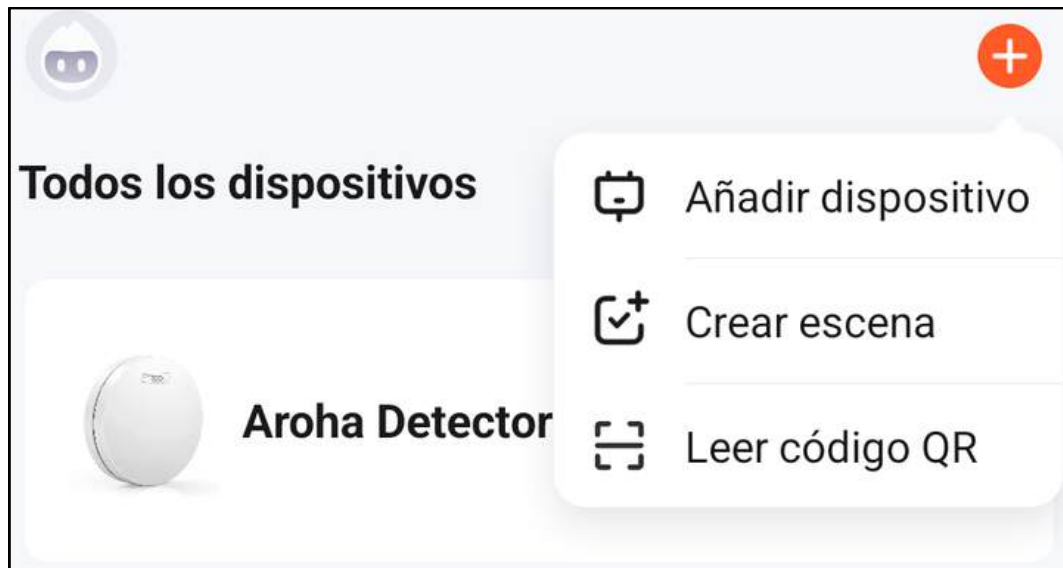

Figura 1: Agregar dispositivo en la aplicación
5. Haga clic en "+" en la esquina superior derecha de la pantalla de inicio de la aplicación. Luego elija "**Anadir dispositivo**", como se ve en la Figura 1. La aplicación ahora buscará automáticamente los dispositivos que estén en modo de emparejamiento. Siga los pasos descritos en la aplicación.